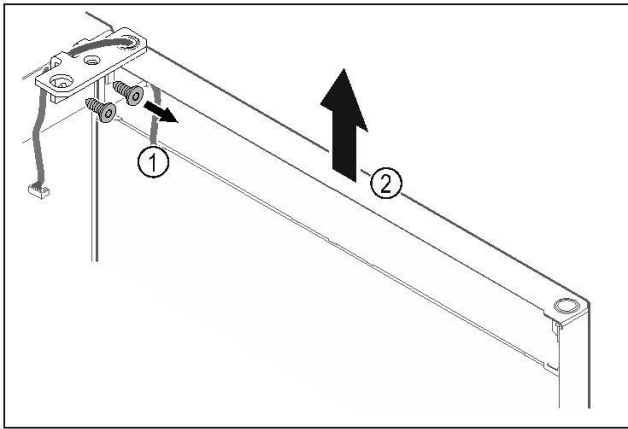

Fig. 21
- || Scharnierhoek Fig. 21 (1) losschroeven.
- || Deur inclusief scharnierhoek Fig. 21 (2) circa 200 mm recht omhoogtillen en verwijderen.